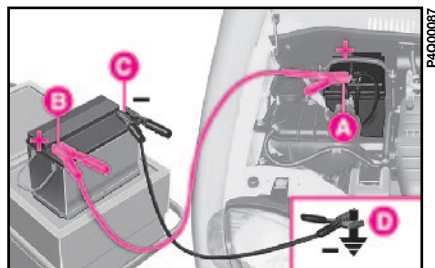

fig. 1
1) conecte con un cable adecuado los bornes positivos **A** y **B**-fig. 1 de las dos baterías;